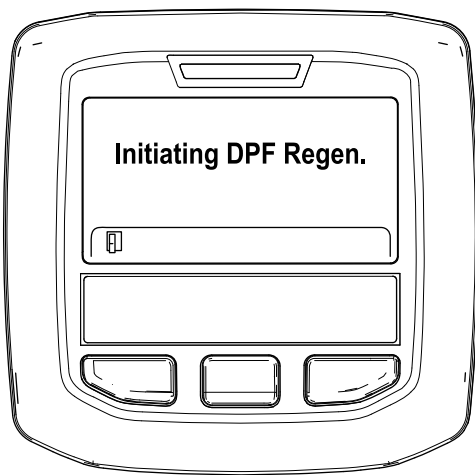

図 38
A. Initiating DPF RegenDPF 再生開始中というメッセージが表示される 図 38。